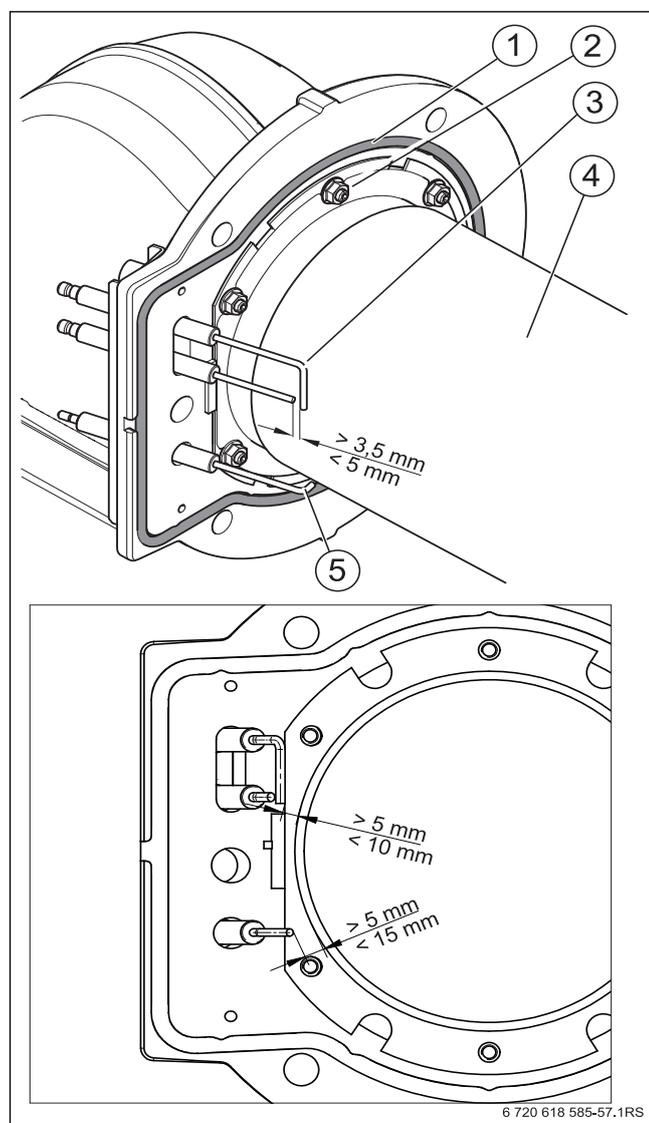

Fig. 55 Réglage de la position des électrodes
- ▶ Mesurer les espacements des électrodes et comparer avec les valeurs indiquées dans la fig. 55.